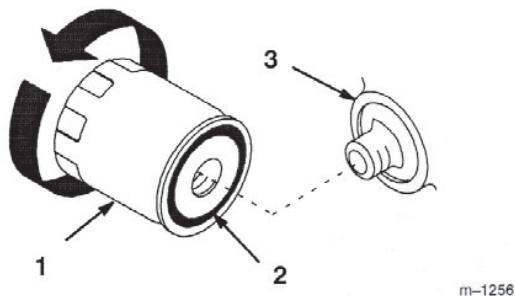

図 47
2. オイル・フィルタを外し、フィルタ・アダプタ（図47）のガスケットの表面をきれいに拭く。
4. 新しいフィルタのガスケットにオイルを薄く塗る（図47）。
5. アダプタに新しいフィルタを取り付ける。ガスケットがアダプタに当たるまで手でねじ込み、そこから更に1/2回転増し締めする（図47）。